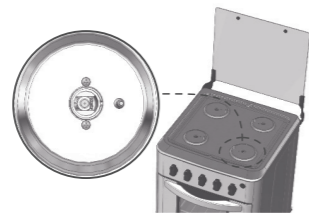

Fig. 19 - Figura meramente ilustrativa
▶ **ATENÇÃO:** Quando for limpar a mesa do fogão, não deixe cair resíduos sobre os injetores (Fig.19).